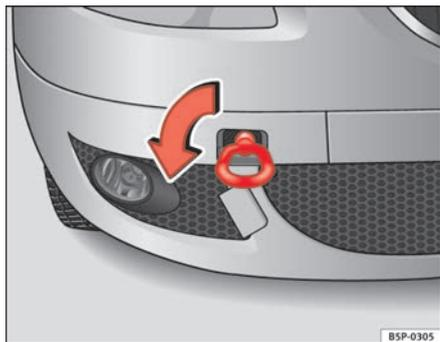
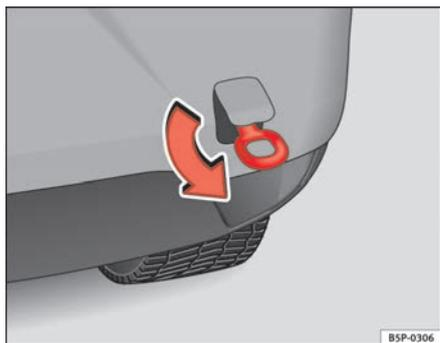

Abb. 204 Frontpartie rechts: Einschrauben der vorderen Abschleppöse
Abb. 205 Einschrauben der Abschleppöse hinten
- Schrauben Sie die Abschleppöse in Pfeilrichtung *links* herum bis zum Anschlag vorne ⇒ Abb. 204 oder hinten ⇒ Abb. 205 in die Gewindebohrung ein. ■